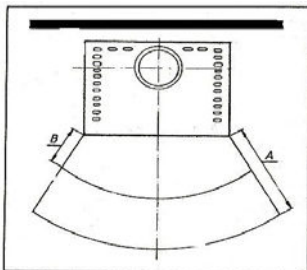

Bild 7
Im Sichtbereich (Strahlungsbereich) des Feuers muss zu brennbaren Bauteilen, Möbel oder auch z.B. zu Dekostoffen ein Abstand von mindestens **80 cm (A)**, gemessen ab Vorderkante Feuerraumöffnung eingehalten werden. Der Sicherheitsabstand reduziert sich auf **40 cm (B)**, wenn ein belüfteter Strahlungsschutz vor das zu schützende Bauteil montiert wird (Beispiel siehe Abb. 7)